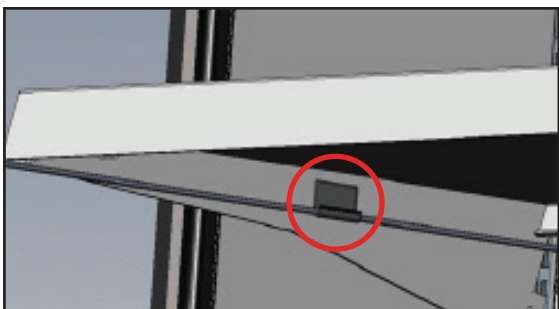

Fig. 4. Asegure el cable de alimentación.
4. Asegure el cable de alimentación al retenedor clip en J en los soportes de los estantes. Ver la fig. 4.